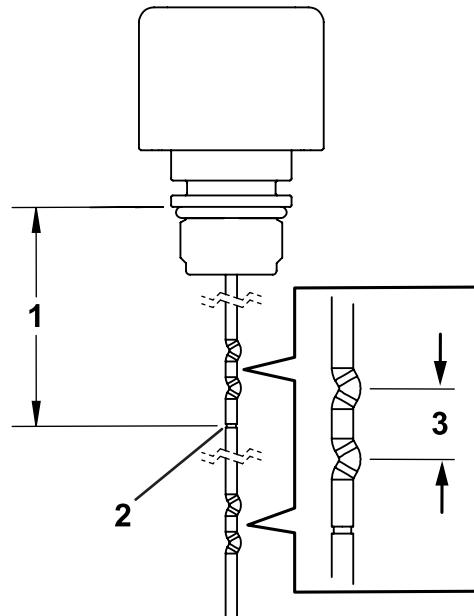

Figura 13
3. Rofilate l'asta di livello in corrispondenza della linea di taglio evidenziata nella Figura 13. Assicuratevi che l'estremità rifilata sia liscia; sbavatela come opportuno.
Riempite il serbatoio del rivelatore di perdite con fluido idraulico fino a raggiungere la posizione centrale tra le linee di riempimento sull'asta di livello; fate riferimento alla Figura 13.